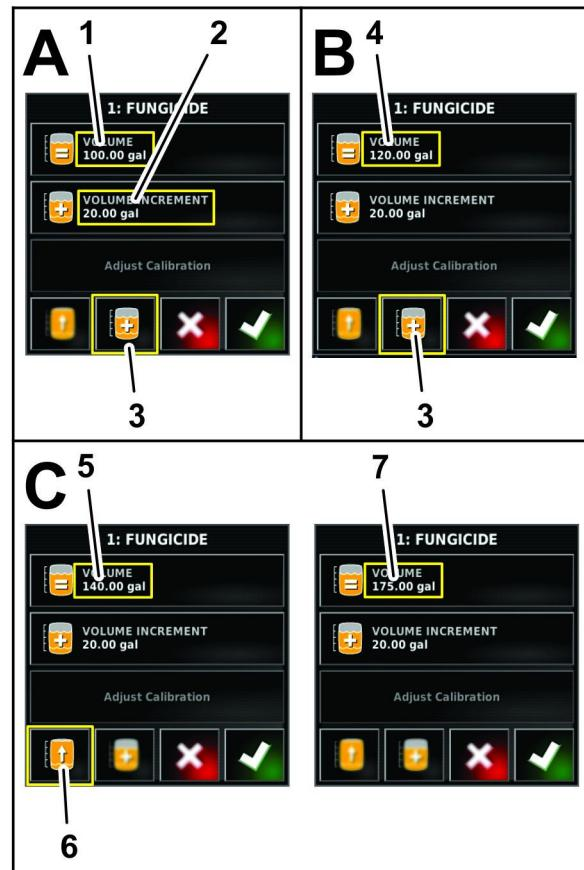

Figura 40
4. Si va a añadir productos químicos al agua de forma incremental, pulse el icône INCREMENTOS DE VOLUMEN (Figura 40).
5. Utilice el teclado numérico de la pantalla para introducir el incremento del volumen de producto (como sustancias químicas en el agua) que añadirá al depósito y pulse el Icono Confirmar (Figura 40).
6. Si va a añadir productos químicos al agua de forma incremental, añada el producto al depósito y pulse el icono CANTIDAD DE INCREMENTO DE PRODUCTO (Figura 40).
7. Si está mezclando una combinación de productos, repita el paso 6 cuanto sea necesario (Figura 40).
- Nota:** Si está llenando el depósito al máximo de su capacidad con un producto o agua, puede pulsar el icono de LLENADO DEL DEPÓSITO HASTA SU CAPACIDAD (Figura 40).